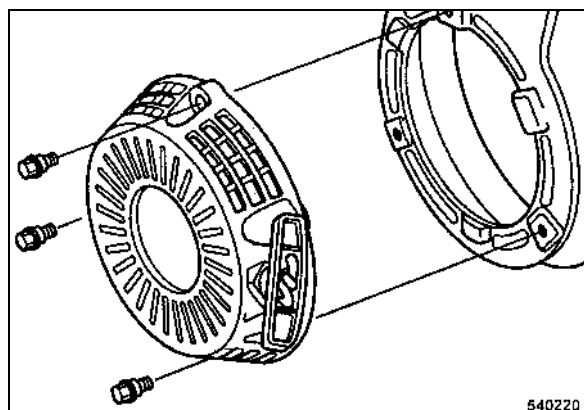

fig. 46
- Déposer le lanceur à corde (fig. 46).